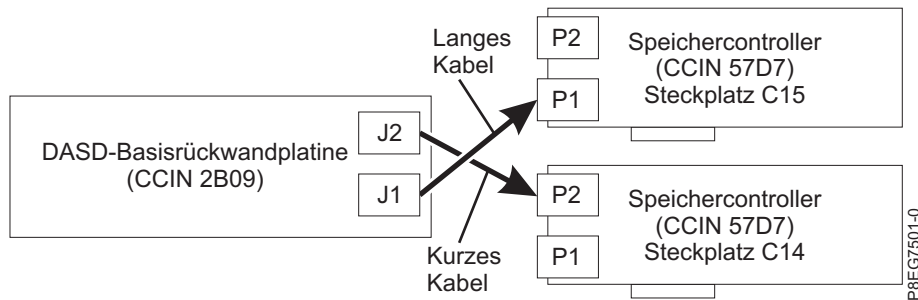

Abbildung 10. Erneutes Anschließen des SAS-Kabels bei einer Konfiguration mit unterteilter Festplatte
- Wenn Sie über zwei interne PCIe3-x8-SAS-RAID-Adapter (CCIN 57D7) verfügen (unterteilte Festplatte), verbindet das kurze SAS-Kabel den Anschluss an der Rückwandplatine des oberen Plattenlaufwerks (J2) mit dem Anschluss P2 am Adapter in Steckplatz P1-C14. Das lange SAS-Kabel verbindet den Anschluss an der Rückwandplatine des unteren Plattenlaufwerks (J1) mit dem Anschluss P1 am Adapter in Steckplatz P1-C15. Siehe Abb. 10 auf Seite 11.